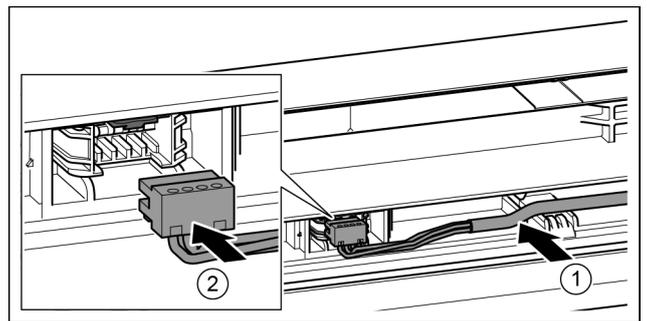

Fig. 38
- ▶ Inserire il cavo grigio nella guida nella porta superiore. *Fig. 38 (1)*
- ▶ Innestare la spina. *Fig. 38 (2)*